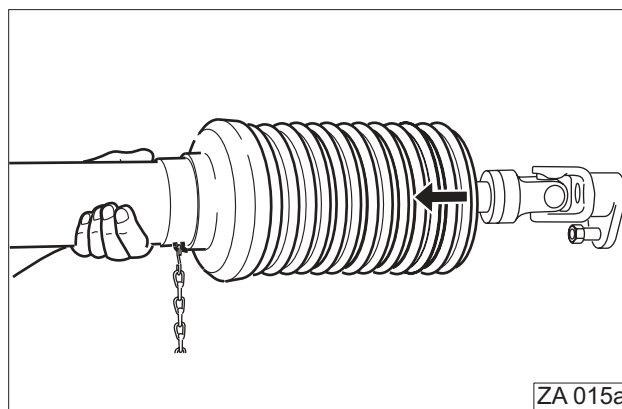

Fig. 13
- Beschermpijp (Fig. 13/1) lostrekken.